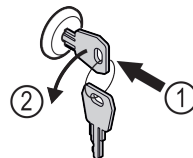

Fig. 166
- Schlüssel hineindrücken. Fig. 166 (1)
- Schlüssel um 90° gegen den Uhrzeigersinn drehen. Fig. 166 (2)